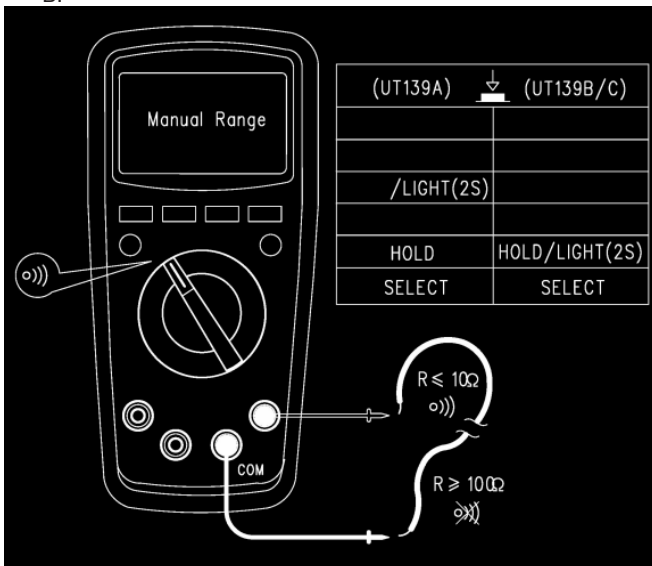

Рисунок 5
9.3. Прозвонка электрических цепей (см. рисунок 5)